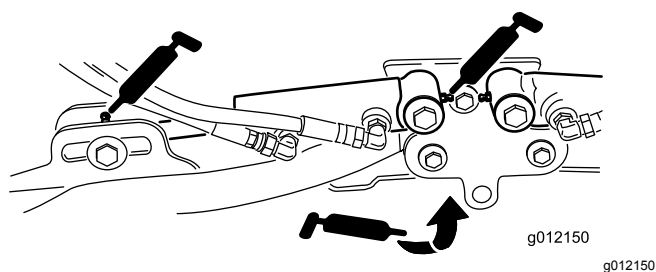

Рисунок 62
- Цилиндры подъемного рычага режущего блока (по 2 шт.) (Рисунок 62)